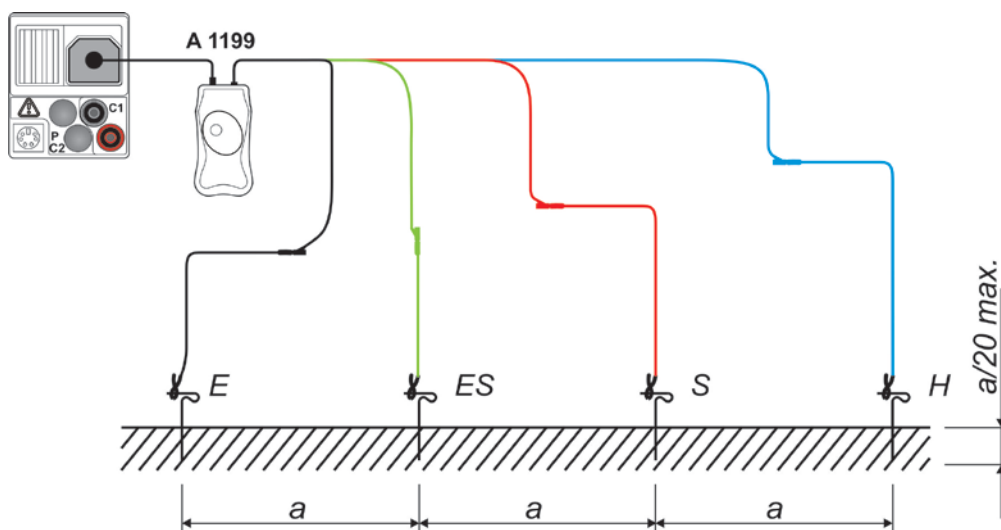

Рисунок 5.41: Измерение удельного сопротивления грунта
- **Подключите** измерительную проводку (выводы) к щупам заземления (см. Рисунок 5.41: Измерение удельного сопротивления грунта).